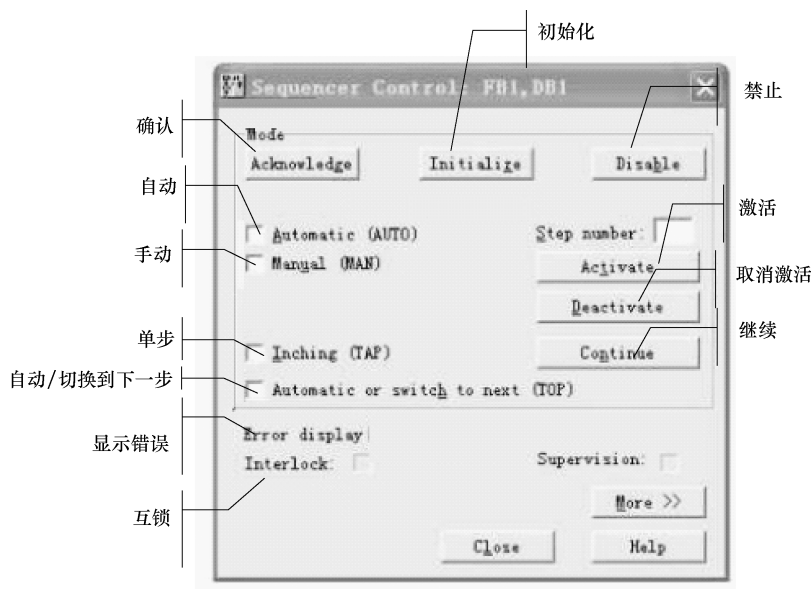

图 6-23 控制顺序器界面
1) 在管理界面把项目信息下载到 CPU 中，然后打开块目录的 FB1。在 FB1 界面里单击菜单栏的“Debug”（调试）→“Control Sequencer”，自动弹出图 6-23 所示的控制顺序器界面。